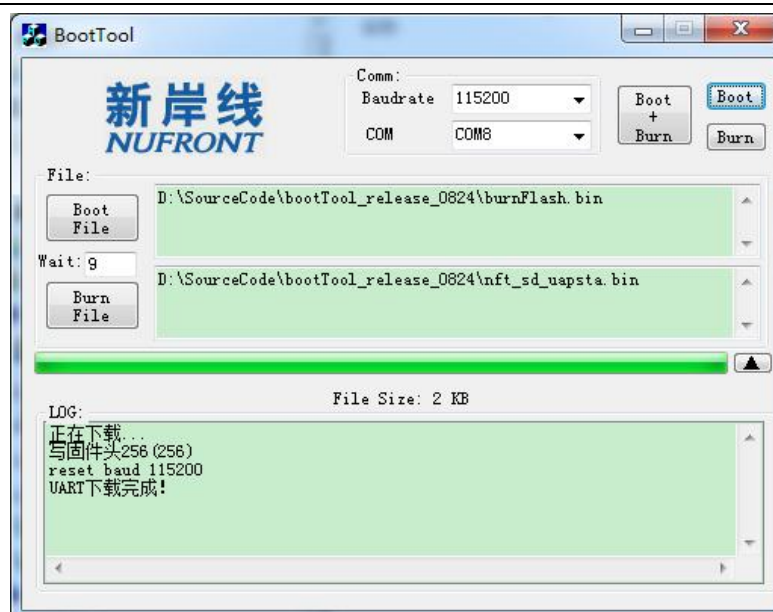

Figure 12 研发烧录—选择 Boot File 和点击“Boot”按键下载烧录代码
- 2、 直接烧写系统镜像 nft\_sd\_uapsta.bin 到 NL6621M 的 RAM 中直接运行，请参照 Figure 12 中的操作，该烧写方式不会擦除 Nor Flash 或者 EEPROM 中的固有代码，而是直接下载系统镜像到 RAM 中直接运行。该方式适合工程师研发调试所用。